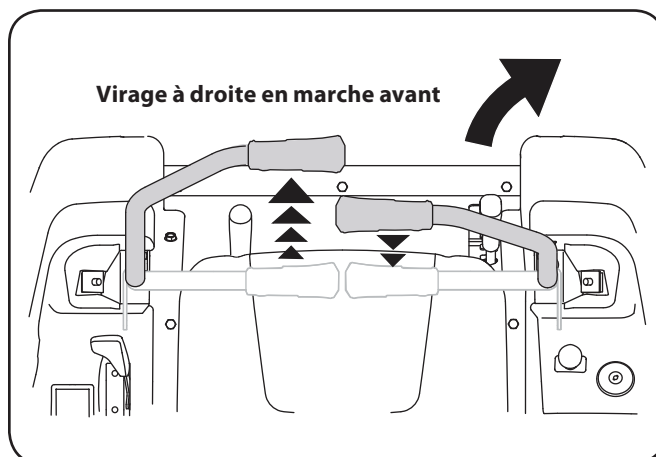

Figure 5-5
2. Pour tourner à droite, tirez le levier droit en retrait du levier gauche. Voir la Figure 5-5.